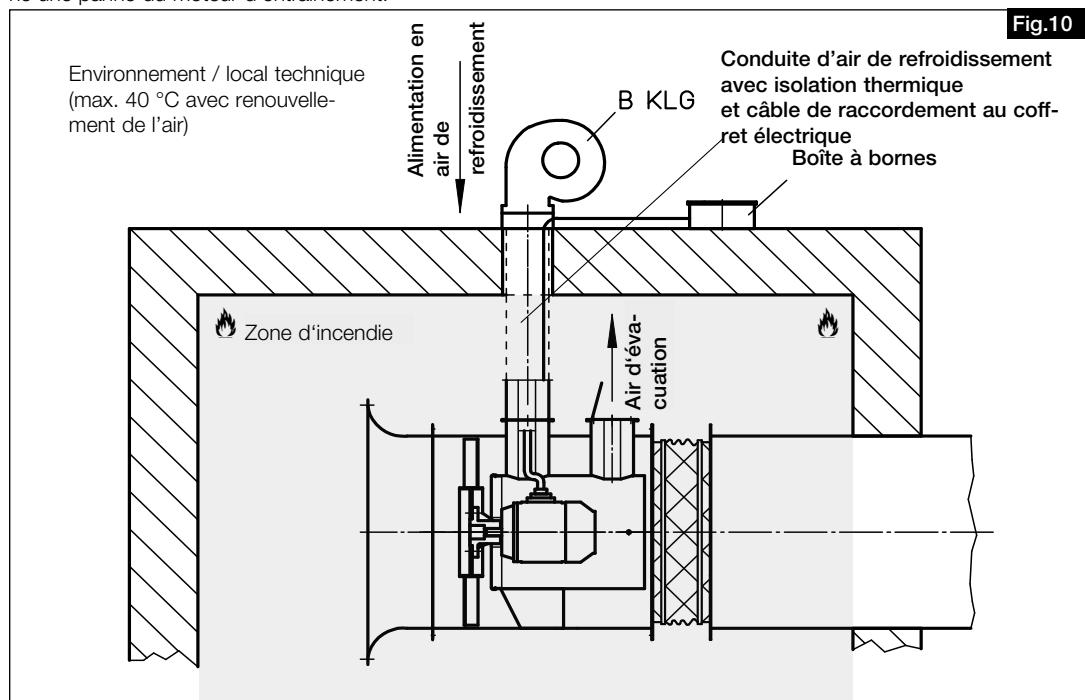

Fig.10
Pour assurer le refroidissement du moteur pour les séries F600, il est nécessaire de prévoir des ventilateurs de refroidissement centrifuges (par ex. B KLG 500 ou B KLG 1000) comme accessoires. Le ventilateur de refroidissement centrifuge doit être monté en dehors de la zone d'incendie (section de fumée) dans des locaux suffisamment ventilés ou en extérieur, à l'abri des intempéries. L'air soufflé ne doit alors pas dépasser une température de 40 °C (fig. 10). Pour des indications relatives au débit de refroidissement minimal selon les types de déisenfumage, se reporter aux tableaux de sélection de la page 10.
Le coffret électrique du ventilateur de désenfumage F600 est monté sur la virole en usine. En cas d'installation dans la zone d'incendie (IB), le coffret électrique doit être déporté de la virole et installé en dehors de la zone d'incendie (voir Fig.10). Uniquement pour F600. Le câble de raccordement reliant le coffret électrique au moteur d'entraînement (adapter la longueur du câble en fonction de la configuration du site) doit alors traverser la conduite d'air de refroidissement isolée pour atteindre le ventilateur de désenfumage.